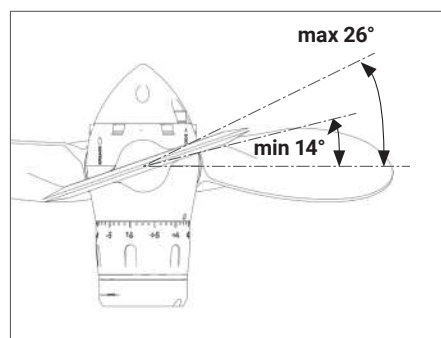

FIG. 26 | Plage de réglage standard
- Chaque cran de réglage correspond à la variation de l'angle des pales de 0,25° et provoque une augmentation ou une diminution d'environ 40-50 tours/min du moteur à la même vitesse du bateau (cette valeur est purement indicative et dépend des caractéristiques du moteur installé). La plage de réglage standard va d'un minimum de 14° à un maximum de 26° (Fig. 26). Des réglages du pas avec une plage allant de 20° minimum à 32° maximum sont également disponibles pour des applications spéciales.